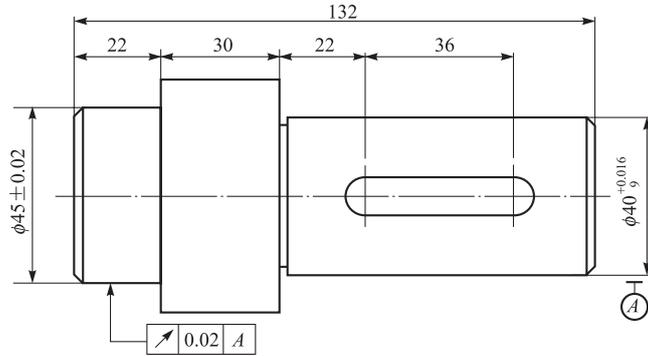

图 2-88 形位公差标注
例题 2-18 参照图 2-88 中 $\phi 45 \pm 0.02$ 圆柱面的圆跳动公差，其操作步骤如下。
④ 单击“确定”按钮，则标注结果如图 2-88 所示。